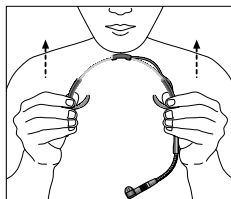

Fig.3: Cabezal
2. Colóquese el cabezal tal como se indica en las Figs. 3 a 5.